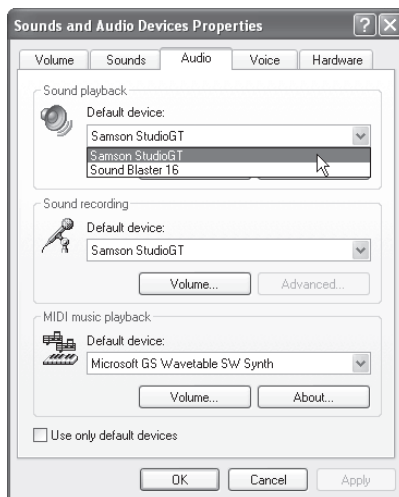

Figura 8
3. Deberá elegir entonces el Studio GT como su dispositivo de REPRODUCCION y GRABACION de SONIDO por defecto en las propiedades de dispositivos de audio y sonido en el panel de control (Figura 8).